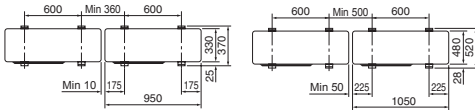

Fig. 3-1
- Paigaldage seade vastupidavale ja rõhtsale pinnale, et vältida töö ajal tekkinud kolinat. (Fig. 3-1)